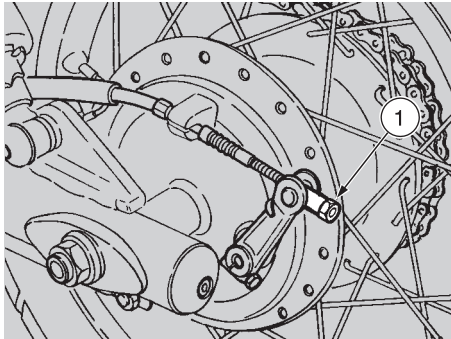

Fig. 13
- ◆ Ajuste completamente el tensor (1-Fig.13).
- ◆ Recupere la carrera vacía de la palanca freno actuando sobre el tensor (1-Fig.13).